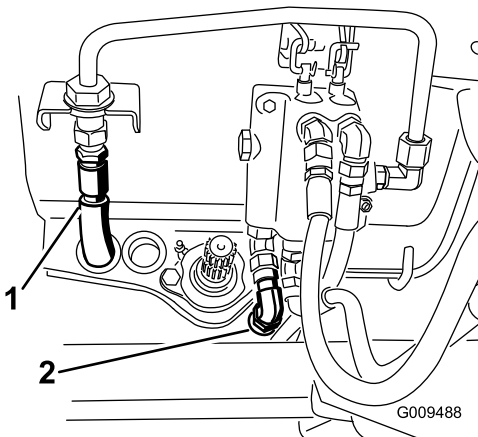

Figure 45
14. Branchez le flexible de pression hydraulique au conduit rigide du distributeur et le flexible de réservoir au distributeur (Figure 45). Conservez les bouchons de flexibles en prévision du passage au châssis d'été.